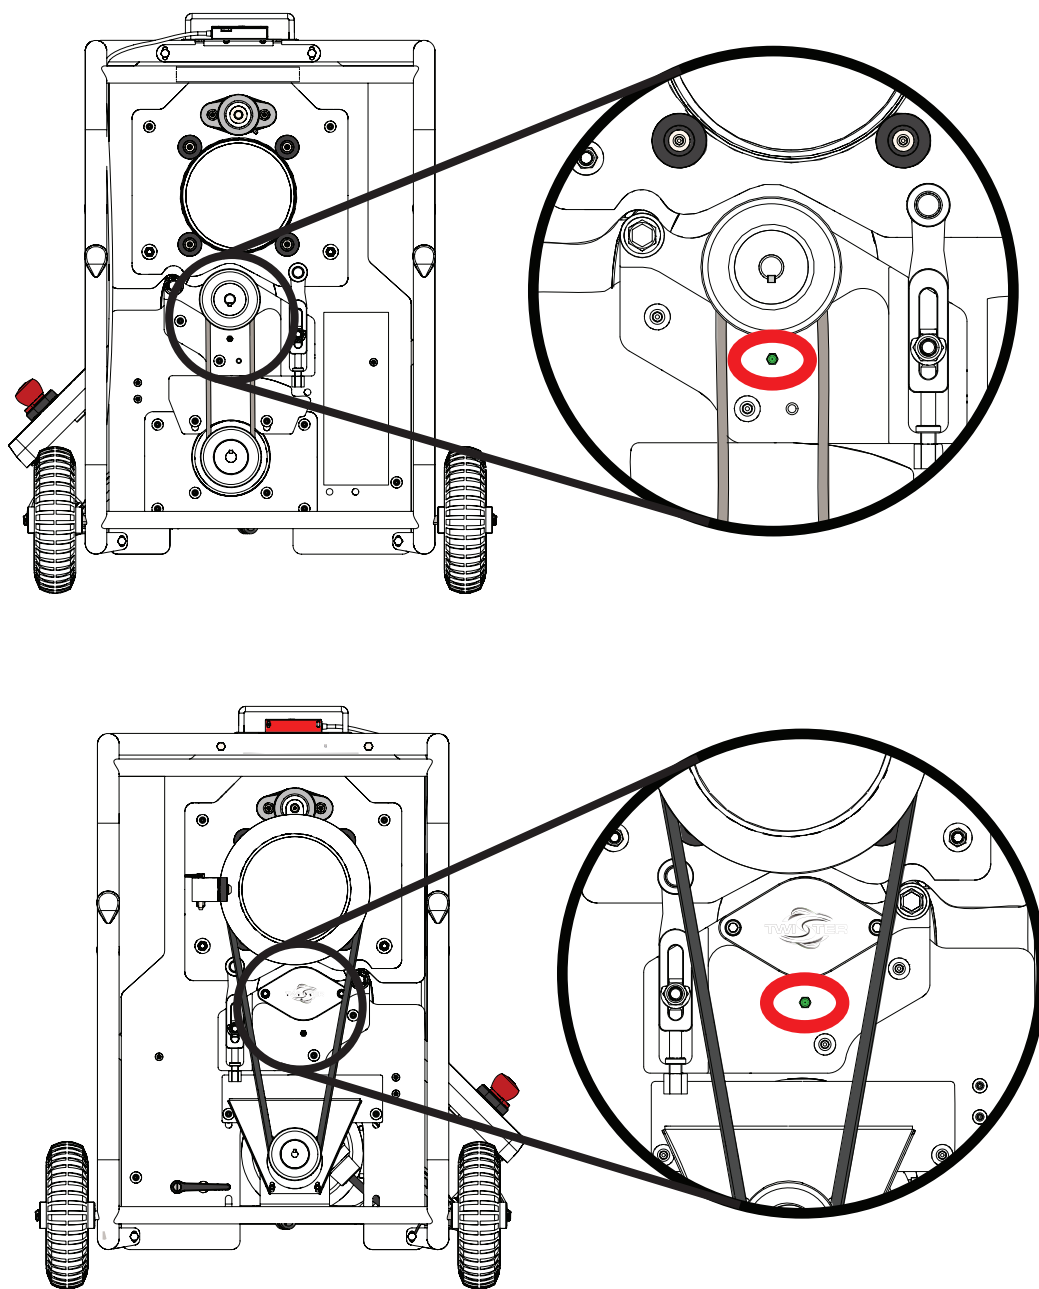

Fig. 44
3. Pomper de la graisse dans les graisseurs (voir Fig. 44) :